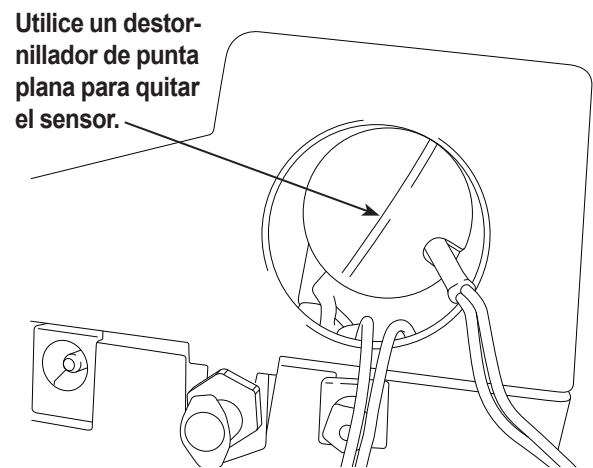

Figura 16
- Mueva la tapa y el arnés a un lado. Sostenga el cable del sensor y utilice un destornillador de punta plana para desenroscar y extraer el sensor de oxígeno. Vea la Figura 16.